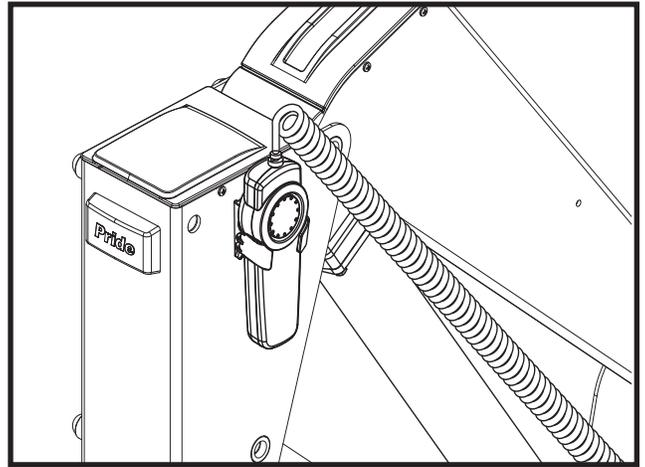

Figure 9. Style de la manette commande
1. Appuyez et maintenez le bouton "BAS". **Voir la figure 9.** Le système de levage se déplacera hors du véhicule jusqu'à son arrêt avant le plus éloigné, puis l'abaisser jusqu'au sol. Une fois que la plate-forme a atteint le sol, relâchez le bouton "BAS".
6. Appuyez et maintenez le bouton "HAUT". Voir la figure 9. Le système de levage se déplacera jusqu'à son point le plus élevé, puis faites le glisser dans le VUS ou la fourgonnette. Une fois que l'appareil de mobilité est rangé complètement à l'intérieur du véhicule, relâchez le bouton.